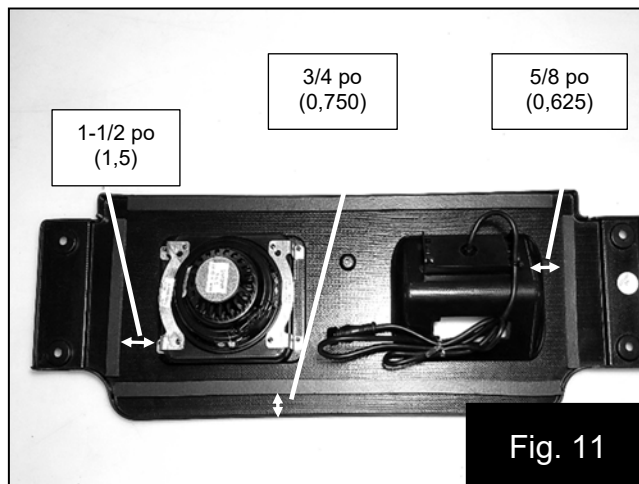

Fig. 11
16. Installez la mousse fournie sur les deux côtés du baffle des haut-parleurs comme indiqué à la Fig. 11.